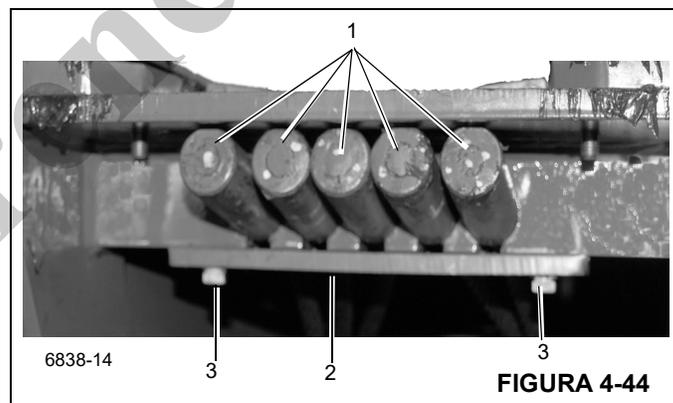

FIGURA 4-44
- 14. Coloque los extremos muertos de los cinco cables de extensión (1), (Figura 4-44) en los agujeros alargados en la parte superior de la sección de extremo y fíjelos con la placa retenedora (2), (Figura 4-44) y dos pernos (3), (Figura 4-44).